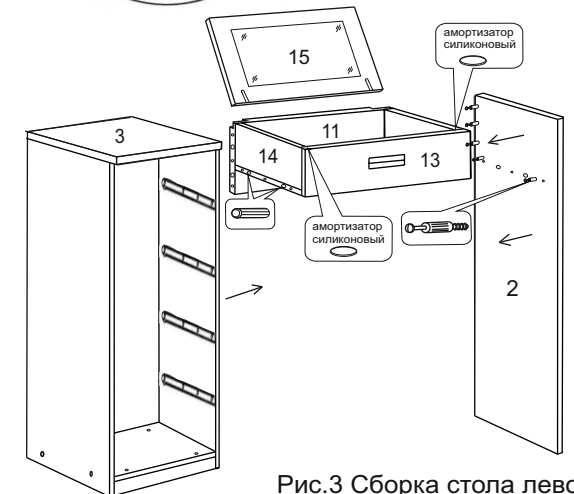

Рис.3 Сборка стола левого. (Правый собирать зеркально)
3. В торцевые отверстия (дна ниши и задней стенки) диаметром 8мм вставьте шканты (Ф-8) справа и слева (рис.3).